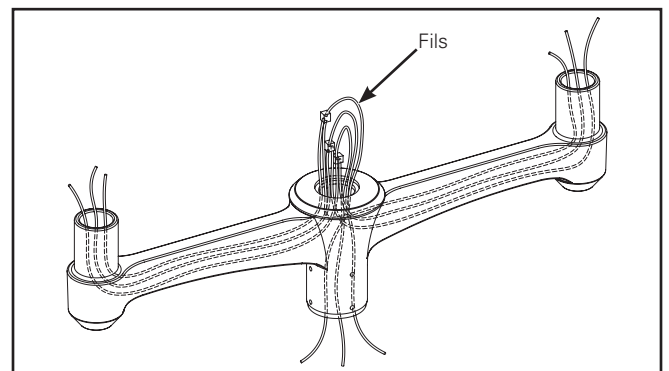

Figure 2.
3. Tirez tous les fils du poteau et les deux ailes du bras hors du trou. (Figure 2.)